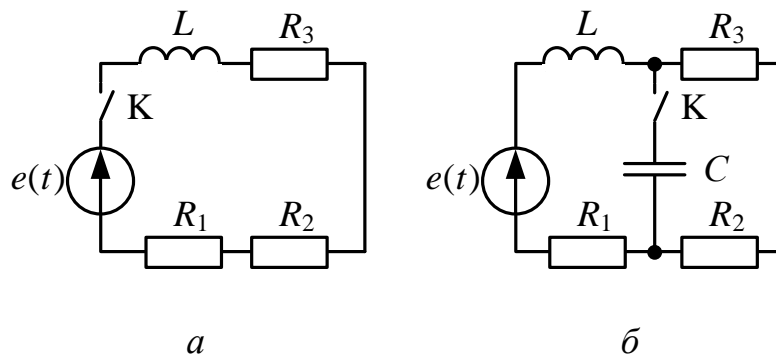

Рис. 1.1
1. В заданной цепи, изображенной на рис. 1.1,  $a-1.10$ ,  $a$  (схема выбирается по шифру в соответствии с табл. 1.1), в момент времени  $t=0$  срабатывает ключ **К** и на интервале времени  $0 \leq t \leq t_0$  подключается источник постоянной ЭДС  $e(t) = E_0$  или источник постоянного тока  $J(t) = J_0$ .
2. В заданной цепи (рис. 1.1,  $a-1.10$ ,  $a$ ) в момент времени  $t=0$  срабатывает ключ **К**, который подключает источник ЭДС  $e(t)$  или тока  $J(t)$ , изменяющиеся по экспоненциальному закону:
3. В заданной цепи (рис. 1.1, а–1.10, а) в момент времени  $t = 0$  срабатывает ключ **К** и на интервале времени  $0 \leq t \leq t_0$  подключается источник ЭДС  $e(t)$  или тока  $J(t)$ , изменяющиеся по линейному закону:
В цепи, изображенной на рис. 1.1, б–1.10, б, в момент времени  $t = 0$  срабатывает ключ **К**, который подключает источник постоянной ЭДС  $e(t) = E_0$  или источник постоянного тока  $J(t) = J_0$ .